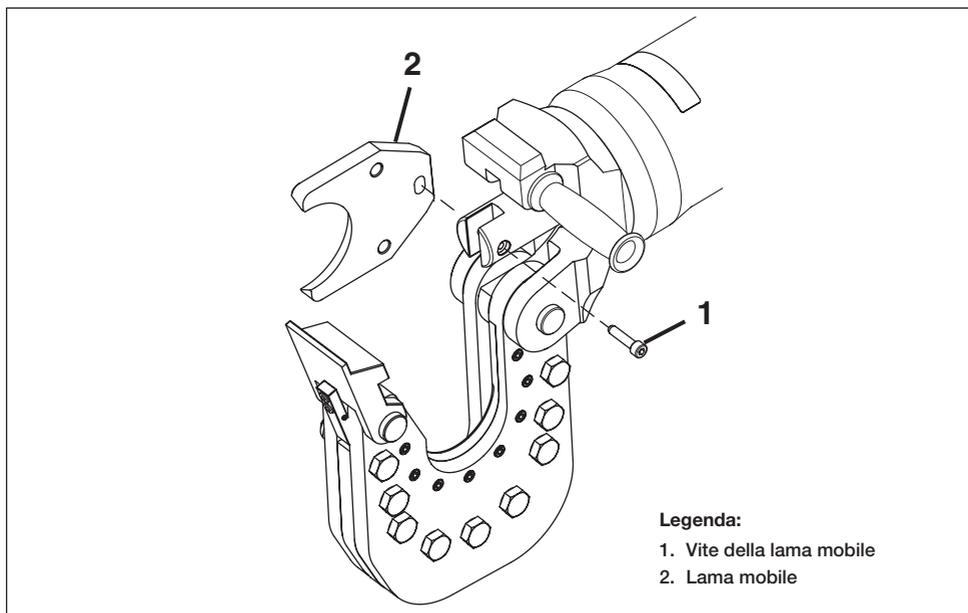

Figura 13, Sostituzione della lama mobile (in figura: modello EWCH90, analogo anche per EWCH140)
5. Allentare e rimuovere la vite della lama mobile (figura 13, elemento 1).
6. Rimuovere la lama mobile usurata (figura 13, elemento 2).
7. Montare una nuova lama mobile (figura 13, elemento 2) sullo stelo.
8. Inserire le viti della nuova lama mobile (figura 13, elemento 1). Applicare una coppia di 25 Nm [18 ft-lb]. Applicare il composto Loctite 243 o un prodotto equivalente.